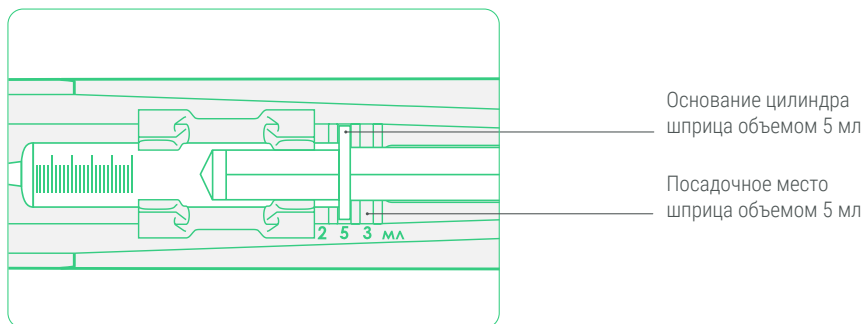

Рисунок 20 – Пример установки шприца объемом 5 мл в посадочное место изделия под шприц 5 мл
4. В изделие, в посадочное место, соответствующее выбранному объему шприца, установить заранее набранный шприц с лекарственным средством, рисунок 20.